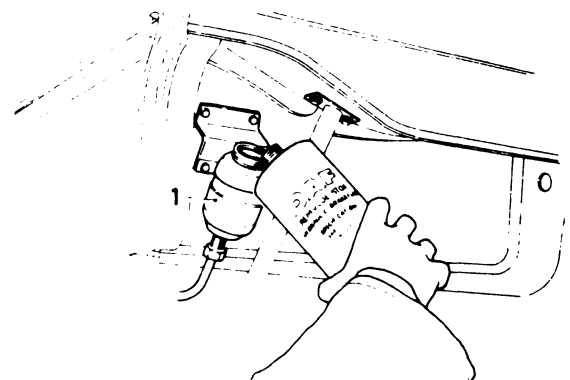

Fig. 13
- Zorg dat het vloeistofreservoir (1) steeds goed gevuld blijft en houd hierbij rekening met de schuine stand van het vloeistofreservoir (fig. 13).
- Houd de ontluichtingsnippel (96) open, wanneer het pedaal wordt ingetrapt en houd de ontluichtingsnippel gesloten wanneer u het pedaal laat opkomen.